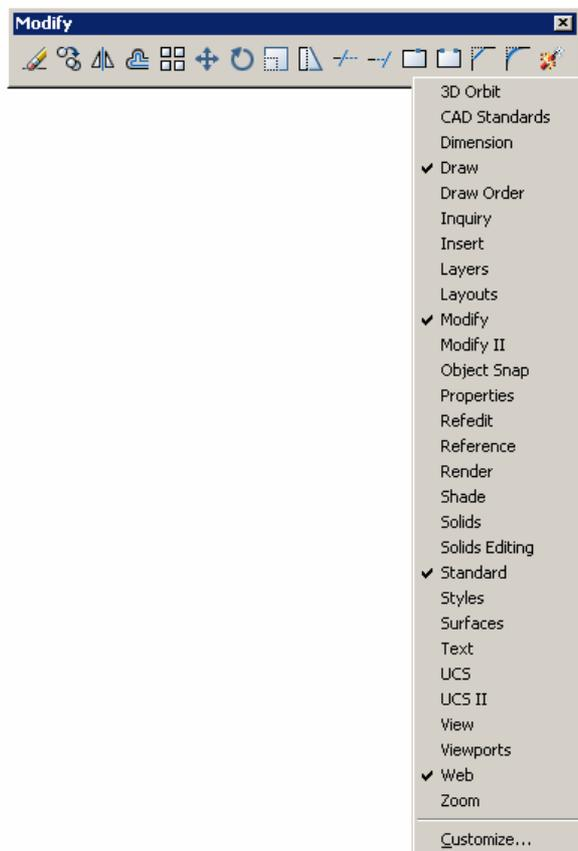

图 2-41 通过快捷菜单打开工具栏
(2) 通过快捷菜单也可以打开工具栏。将光标放在绘图区域中的任意一个工具栏图标上,单击右键,包含所有可用工具栏名称的快捷菜单将出现在屏幕上(如图 2-41 所示),选择其中所需要的工具栏。若取消工具栏名称旁边的复选标记将关闭对应的工具栏。
可用鼠标选中并按住工具条的标题栏拖拉到绘图屏幕的上边、下边或任一侧面。图 2-41 中是浮动的 Draw 工具条,图 2-44 中是将这个工具条泊位到绘图区左侧。你还可以清除屏幕上的工具条,即当它在浮动状态时点击工具条右上角的关闭按钮即可将其关闭。